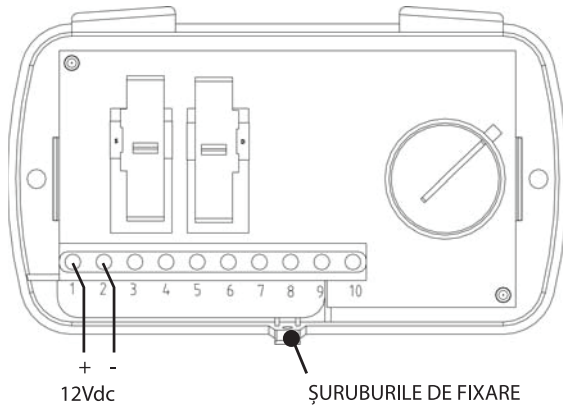

Figura 12
1. Deșurubați șuruburile de fixare, scoateți capacul unității de comandă. Conectați ieșirea de alimentare (DC OUT) la unitatea de ventilație respectând polaritatea (Figura 12).